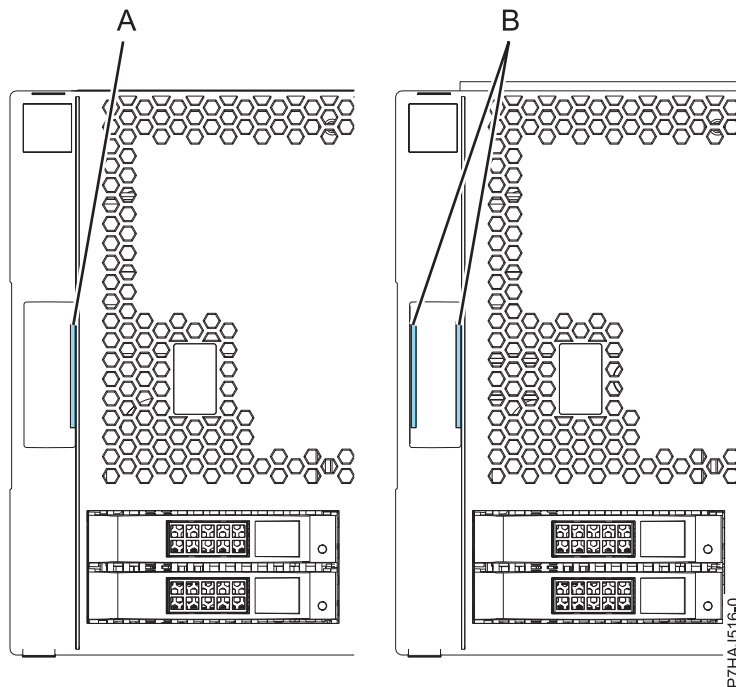

Figure 78. Identification des capots anciens et nouveaux
Remarque : Les anciens capots (expédiés avant le 1er mars 2011) sont reconnaissables à la bande bleue unique (A) située sur les taquets du capot. Les nouveaux capots possèdent deux bandes bleues (B). Voir figure 78.